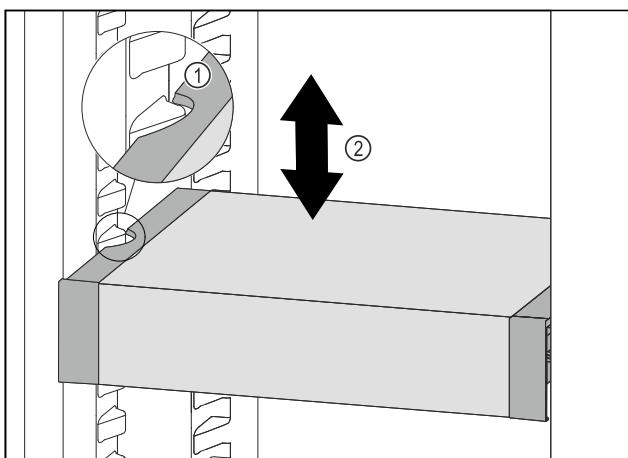

Fig. 67
- Táhněte VarioSafe dopředu, dokud nebudou boční vybrání VarioSafe na úrovni žebrování na nádoby v chladničce. Fig. 67 (1)
- Posouvajte VarioSafe v chladničce nahoru nebo dolů, dokud nedosáhnete požadované výšky. Fig. 67 (2)